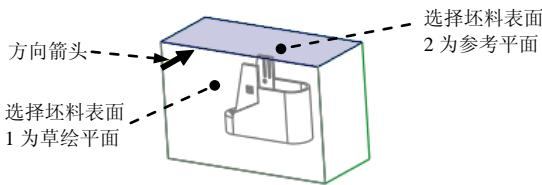

图 19.36 定义草绘平面
(1) 单击 **分型面** 功能选项卡 **形状** 区域中的 **拉伸** 按钮，此时系统弹出“拉伸”操控板。
(2) 定义草绘截面放置属性。右击，从弹出的菜单中选择 **定义内部草绘...** 命令；在系统 **选择一个平面或曲面以定义草绘平面** 的提示下，选择图 19.36 所示的坯料表面 1 为草绘平面，接受图 19.36 中默认的箭头方向为草绘视图方向，然后选取图 19.36 所示的坯料表面 2 为参考平面，方向为 **上**，单击 **草绘** 按钮，此时进入草绘环境。